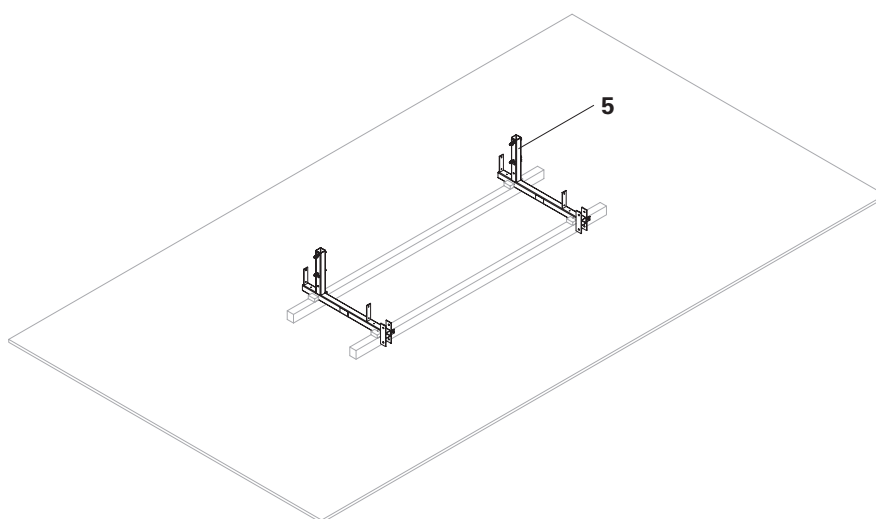

Fig. B5.04
1. Disporre le travi della piattaforma di ripresa ACS (**5**) nell'interasse delle mensole. (Fig. B5.04)